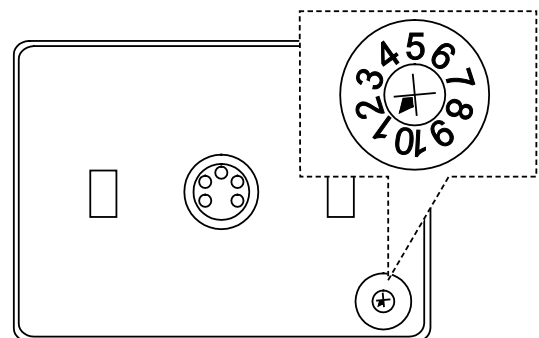

Abb. 7: Adressierung
1. Stellen Sie beim IR-Bedienelement 6066-... zuvor die gewünschte Adresse ein – siehe Abb. 7.